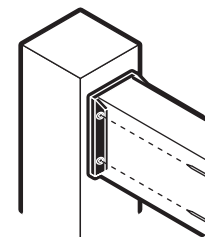

Figure 4
8 Fixez la traverse supérieure aux poteaux, à l'aide de trois (3) vis engagées dans les trous préforés de la cornière (fig.4).